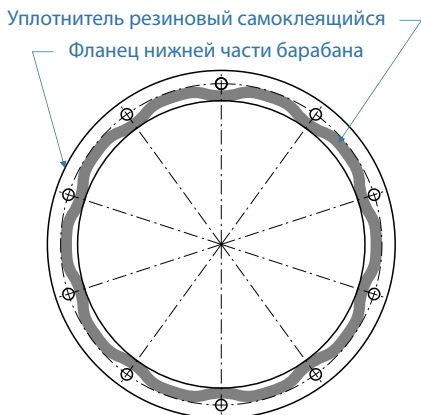

Рис. 8(б)
5. По боковой поверхности фланца дна, вдоль окружности, выверните болты М6 с шайбами поз. 10 и поз. 11 (рис. 8(а)), которые крепят зубчатый венец поз. 1 к смесительному барабану.